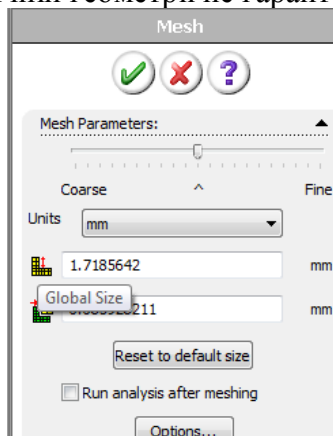

Рис. 1.22. Вікно налаштування генератора сітки (команда створення сітки)
13. Викличте команду побудови сітки **Mesh** з контекстного меню піктограми вибравши пункт **Create Mesh** (Создать сетку). На панелі Mesh (рис. 1.22) параметри **Global Size** (Глобальный размер) і **Tolerance** (Точность) не редагуйте. Після побудови сітки на піктограмі **Mesh** повинна з'явитися червона галочка - це значить, що якась сітка в моделі присутня, хоча її відповідність фактичній геометрії не гарантована.